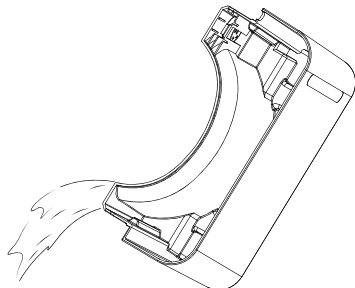

Abb. 3
- ♦ Entleeren Sie den Wassertank 4 in ein Spülbecken (siehe Abbildung 3) und setzen Sie den Wassertank 4 wieder in das Gerät ein. Das Gerät setzt den Betrieb mit dem zuvor gewählten Programm fort.